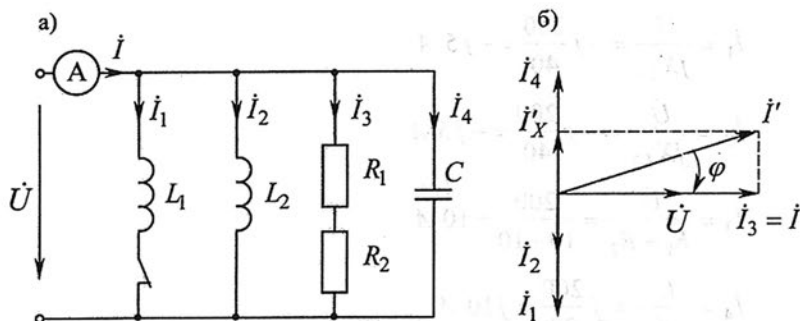

Рис. 1.8
Определить в схеме рис. 1.8а показание амперметра тепловой системы, если:  $X_{L1} = X_{L2} = 40 \text{ Ом}$ ,  $R_1 = R_2 = 10 \text{ Ом}$ ,  $X_C = 20 \text{ Ом}$ ,  $U = 200 \text{ В}$
1) Так как все ветви цепи соединены параллельно, то построение векторной диаграммы (рис. 1.8б) начнем с общей величины - напряжения  $\dot{U}$ . Затем в некотором масштабе откладываем вектора токов ветвей, причем  $\dot{I}_1$  и  $\dot{I}_2$  - друг за другом, чтобы сразу их суммировать, т.к. они совпадают по фазе.